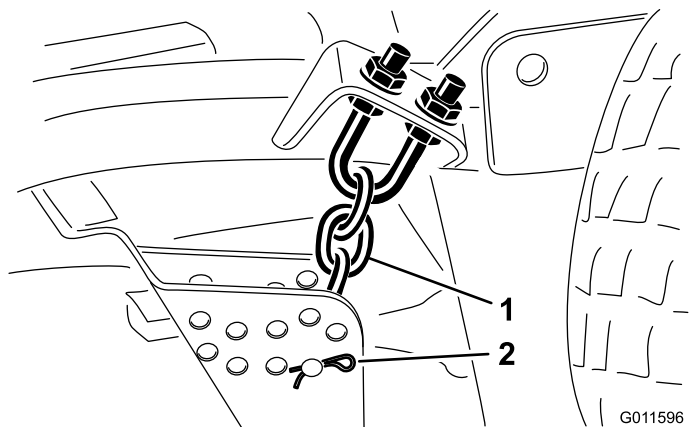

Figura 22
9. Togliete la coppiglia e il perno con testa che fissano le catene dell'altezza di taglio sul retro dell'apparato di taglio (Figura 22).